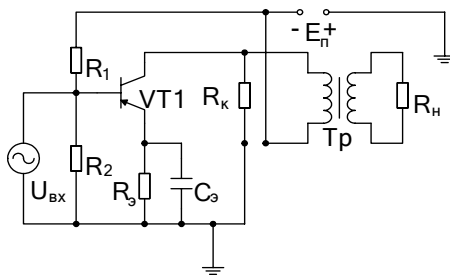
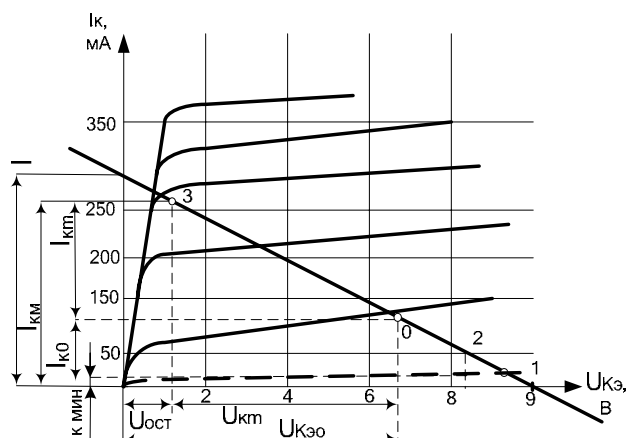

Рис.1 – Принципиальная схема каскада усиления
Рис. 2 – Выходные статические характеристики транзистора ГТ402А.
Схема устройства приведена на рис. 1
Выбираем транзистор $P_{\text{доп}} = 600$ мВт, $U_{\text{к.э.доп.}} = 25$ В, Определяем из справочника основные параметры транзистора и его статические характеристики (рис.1, рис.2):
2. На выходных стат. характеристиках (рис.1) находим положение точки покоя т.0, для этого определяем напряжение на коллекторе $U_{кэ0}$ при $U_{вх}=0$ и ток покоя коллектора $I_{к0}$:
Далее рассчитаем наибольшее и наименьшее значения входного тока (входным током является ток базы I_B) и отмечаем эти значения на входной статической характеристике при $U_{кэ}=5$ В (рис. 2):